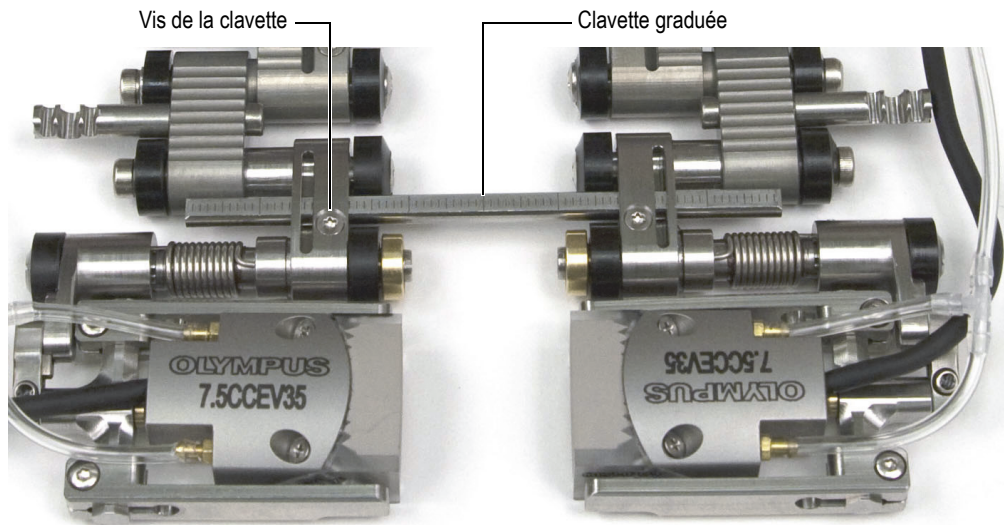

Figure 2-21 Clavette graduée
- (1) Glissez la clavette à travers le maillon de chaque support de sonde, et puis fixez-la à la position désirée à l'aide de la vis.
- (2) Glissez la deuxième clavette à travers les maillons mâles positionnés vers le centre du scanner, et puis fixez-la à l'aide des vis.
- (3) Utilisez la graduation sur les clavettes (voir la Figure 2-21 à la page 50) pour régler une séparation identique aux deux positions de clavette.
4. Pour l'inspection à émission-réception séparées, vous devez assembler les deux moitiés du scanner (voir la Figure 2-21 à la page 50) :